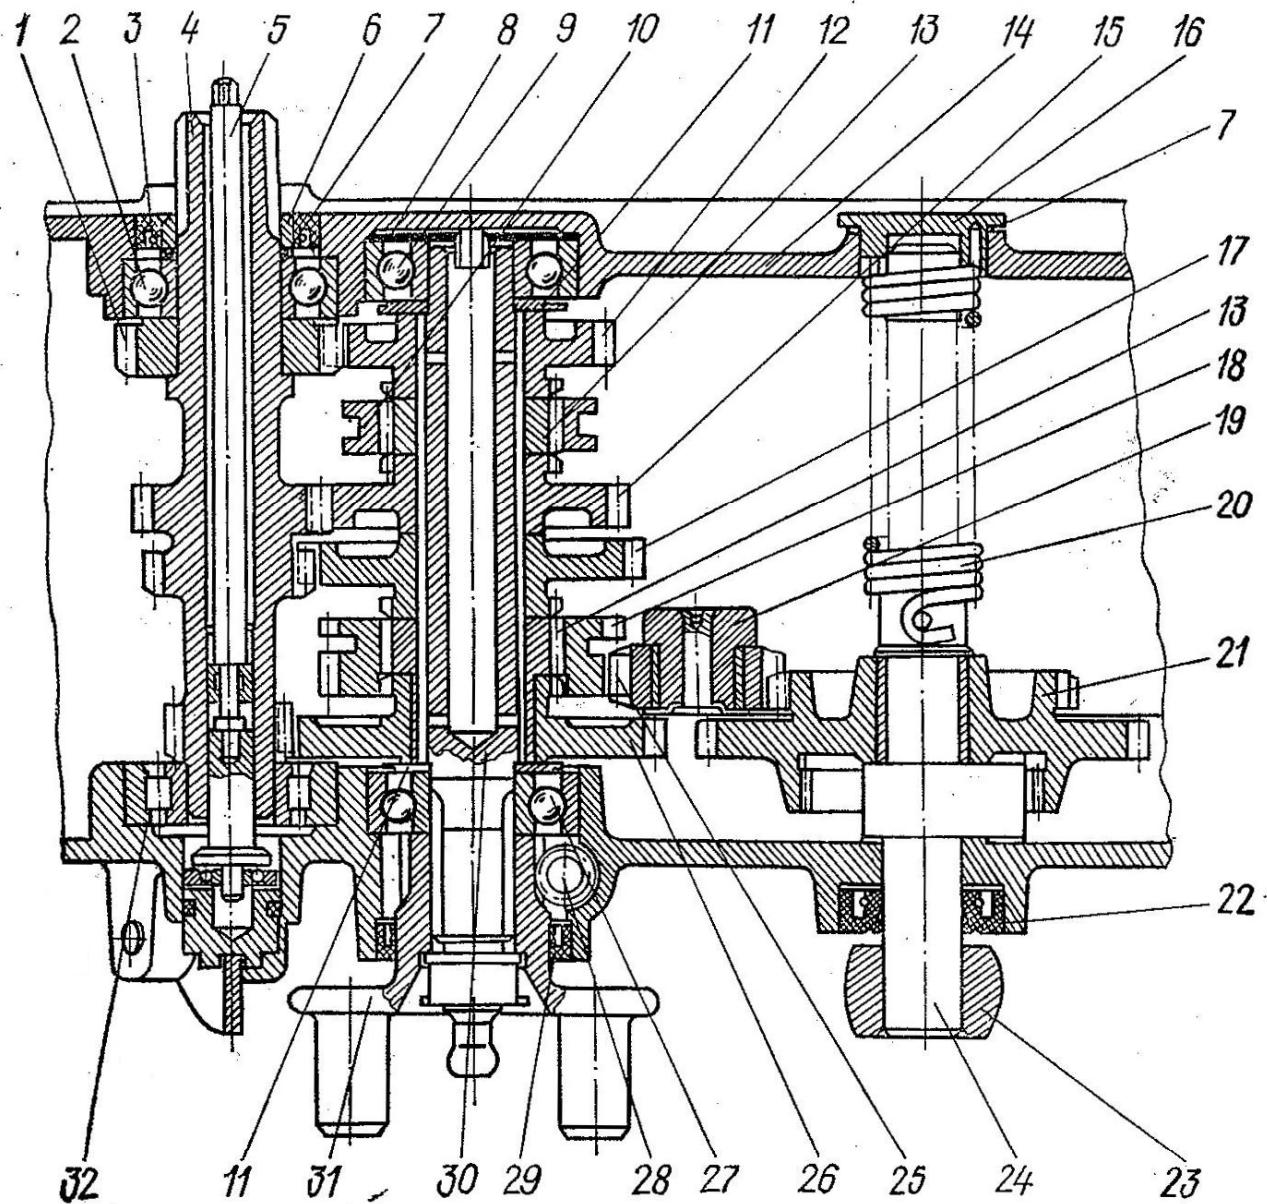

Рис. 14. Развёртка валов (при включённом заднем ходе):
**Валы.** Развертка валов (при включенном заднем ходе) показана на рис. 14.